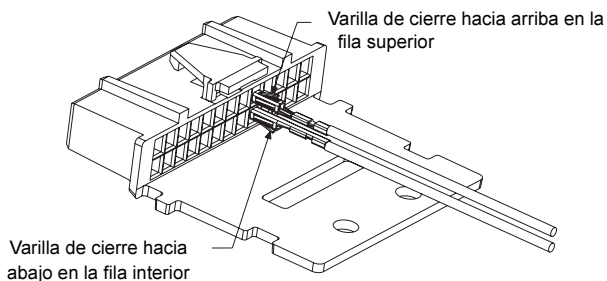

Figura 2. Orientación del terminal
7. Inserte los contactos en las clavijas 9 y 10 del conector accesorio como se muestra en la figura 2.